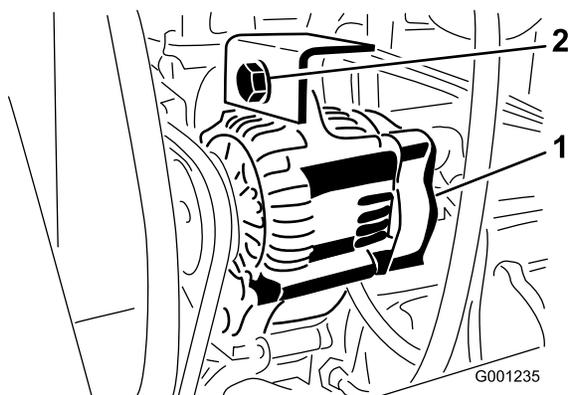

図 75
2. オルタネータの取り付けボルトをゆるめる 図 75。
3. オルタネータベルトの張りを調整し、ボルトを締め付ける 図 75。